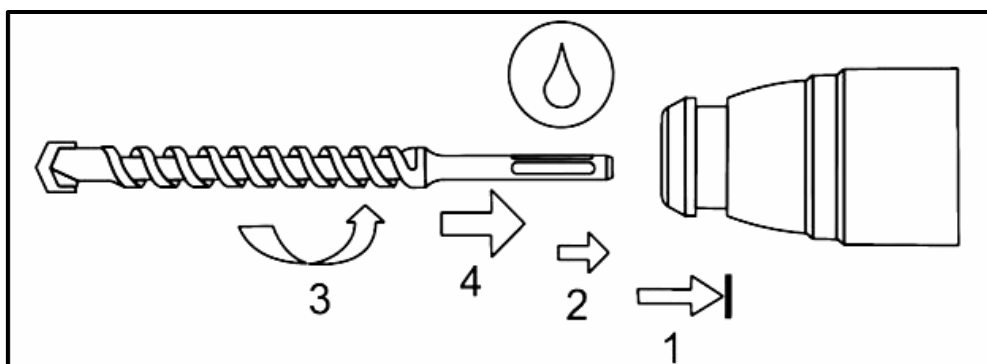

Рис.2
- Нажмите на подвижную крышку патрона перфоратора, отведите ее назад (См. Рис.2).